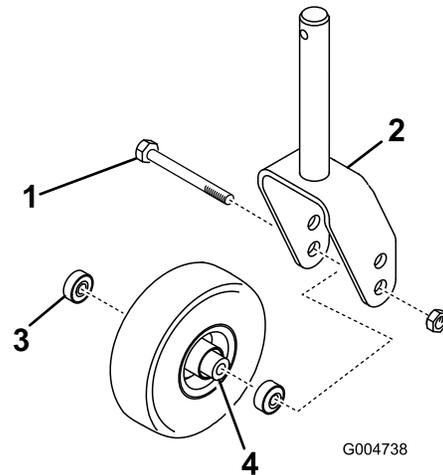
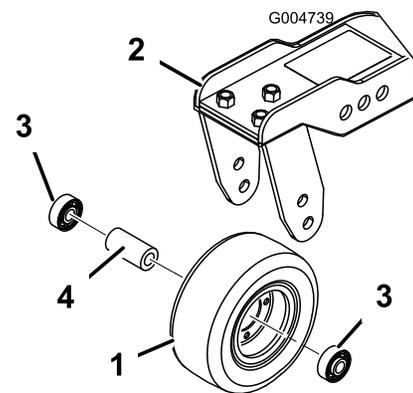

Bild 75
Bild 76
1. Entfernen Sie die Sicherungsmutter von der Schraube, mit der das Laufrad zwischen der Laufradgabel (Bild 75) oder am Laufradgelenkarm (Bild 76) befestigt ist.
3. Entfernen Sie das Lager aus der Radnabe und lassen das Lagerdistanzstück herausfallen (Bild 75 und Bild 76).